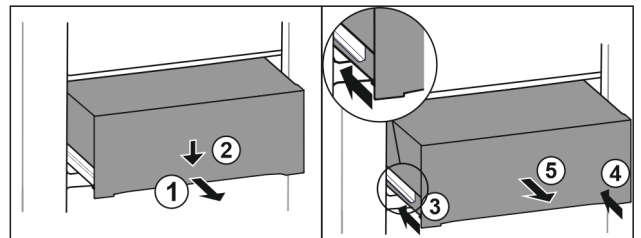

Fig. 173
- ▶ Schubfach halb herausziehen. Fig. 173 (1)
- ▶ Schubfach an der Vorderseite nach unten drücken. Fig. 173 (2)
- ▶ Linke Schiene etwa 2 cm einschieben. Fig. 173 (3)
- ▶ Rechte Schiene etwa 2 cm einschieben. Fig. 173 (4)
- ▶ Schubfach nach vorne entnehmen. Fig. 173 (5)